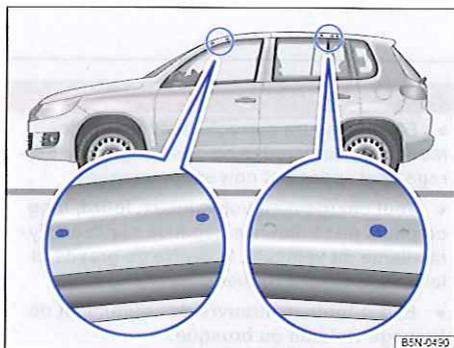
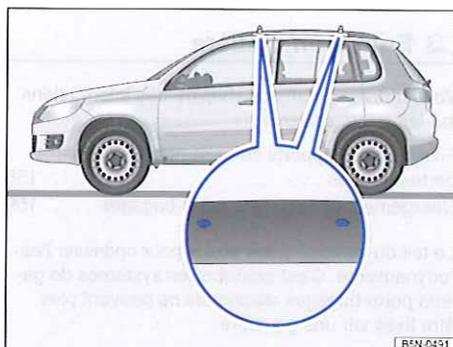

Fig. 107 Véhicules sans barres de toit : points de fixation pour supports de base et galerie porte-bagages.
Fig. 108 Véhicules avec barres de toit : points de fixation pour galerie porte-bagages.
Les alésages de fixation se trouvent sur les faces inférieures des renforts de pavillon et sont uniquement visibles lorsque la porte est ouverte ⇒ fig. 107. (agrandissements).
Les alésages de fixation se trouvent sur la face intérieure des barres de toit ⇒ fig. 108. (agrandissement).
- Fixez les supports de base **uniquement** sur les repères indiqués sur la figure ⇒ fig. 107 ou ⇒ fig. 108.